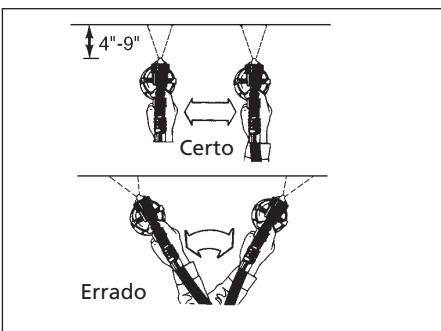

Figura 11 - Mão de tinta
- Mantenha a pistola a 10 a 23 centímetros de distância e paralela à superfície do objeto que está sendo pulverizado (veja a Figura 11). Se a aplicação do material for ajustada para um padrão mais estreito, pode ser necessário mover tão próximo quanto 5 centímetros da superfície do trabalho.